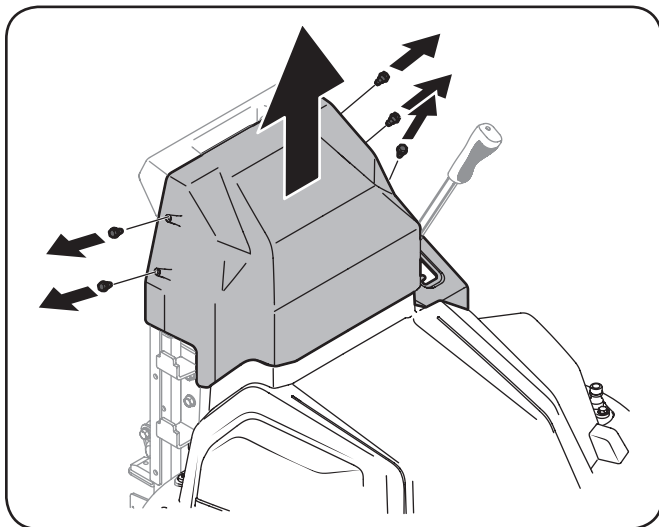

Figura 6-4
2. Extraiga la cubierta de la correa superior para lo que debe extraer los cinco tornillos que la sujetan como se indica en la Figura 6-4.